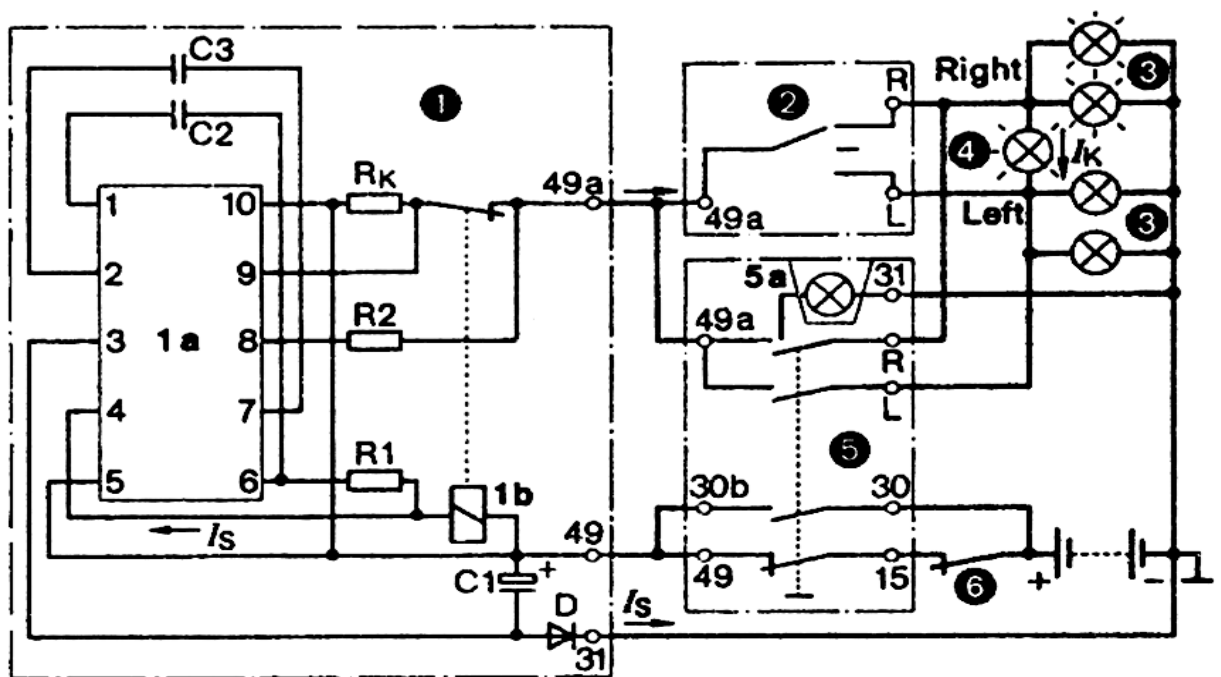

Рисунок 5.17 – Интегральная схема прерывателя ламп указателей поворота и аварийной сигнализации
17. По схеме (рисунок 5.17) изучите и опишите устройство и принцип действия электронного прерывателя.